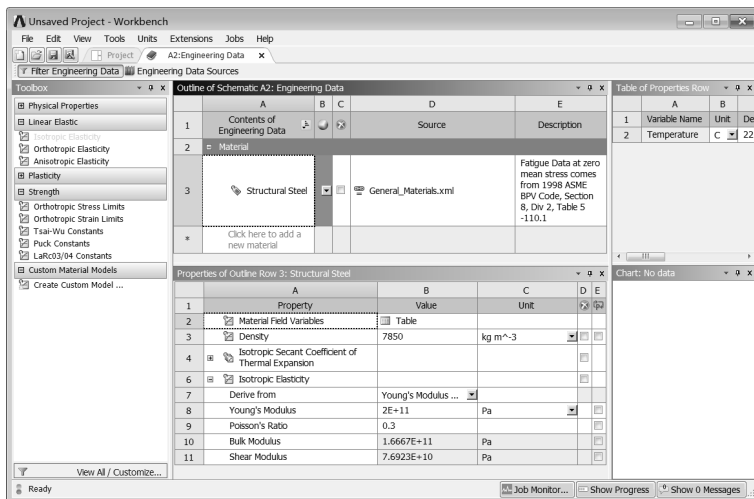

图 11-43 材料列表
Step1：双击项目 A 中的 A2（Engineering Data）选项，此时会出现如图 11-43 所示的材料列表。